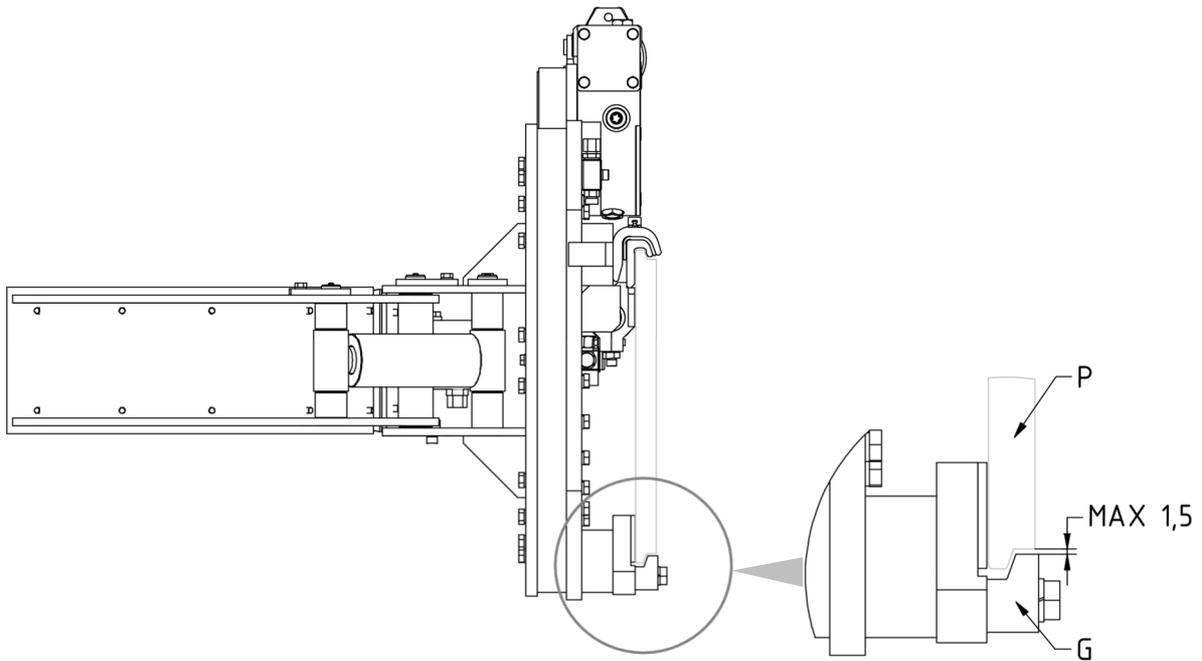

Abbildung 9
8. Schrauben Sie die 2 unteren Haken **G** so an, dass ihr Körper auch unterhalb der Gabelträgerplatte **P** eingehängt bleibt (mit einem Spiel von max. 1,5 mm, siehe Detail *Abbildung 9*) und ziehen Sie sie mit dem in der *Tabelle 4* genannten Anzugsmoment an.
3. Überprüfen Sie das Spiel zwischen dem unteren Teil der Gabelträgerplatte und den unteren Haken des Geräts und stellen Sie sicher, dass es den Angaben in *Abbildung 4 (Seite 12)* und *Abbildung 9 (Seite 16)* entspricht. Falls erforderlich, ziehen Sie die Schrauben nach, die diese Teile halten.